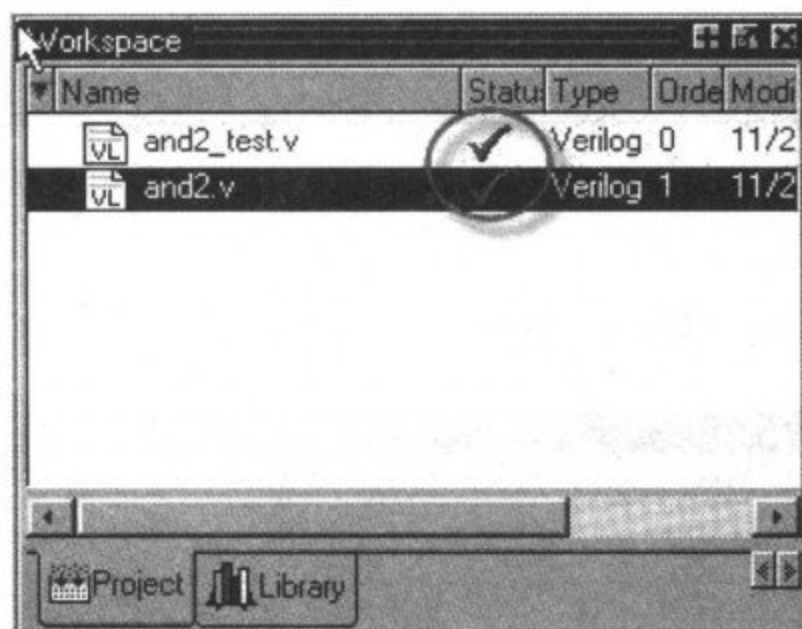

图 3-73 编译成功画面
(2)编译后的画面如图 3-73 所示,从图中可以看出,在 Status 栏中出现对号,表示编译成功。